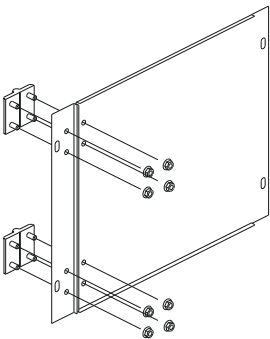

Рисунок 27
18.1 Закрепите две петли на панели поворотной и кронштейне Панели оперативной поворотной гайками М6 (рисунок 27).